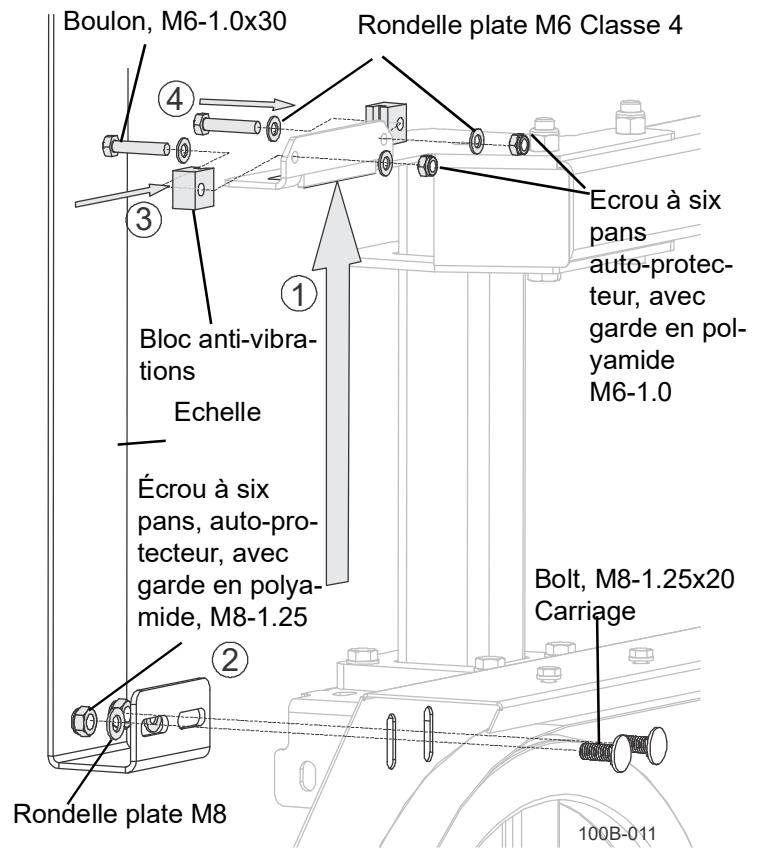

FIG. 3-31
4. Remettez la vis de pression et serrez-la. (Voir FIG. 3-31 .)
1. Faites glisser l'échelle à travers le support sur le mât, l'échelle face à l'opérateur, comme indiqué à l'étape ①. (Voir FIG. 3-31 .)
3. Fixez sans serrer la tête de coupe avec les boulons de chariot M8-1.25x20 (insérés depuis l'intérieur de la tête de coupe, comme dans la vue en coupe, avec les rondelles et les écrous à l'extérieur, comme montré à l'étape ②. (Voir FIG. 3-31 .)
4. Glissez les blocs anti-vibration sur les deux côtés de l'échelle, comme indiqué à l'étape ③. (Voir FIG. 3-31 .)
5. Fixez les blocs anti-vibration à l'aide de la visserie fournie, comme indiqué à l'étape ④. L'échelle doit glisser librement à travers les blocs. (Voir FIG. 3-31 .)